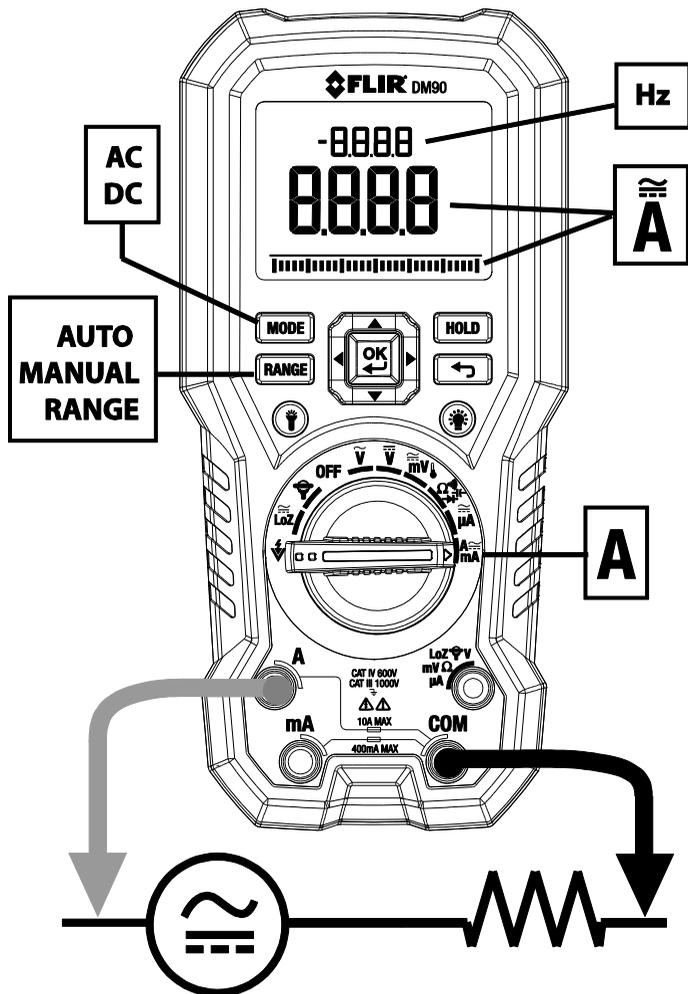
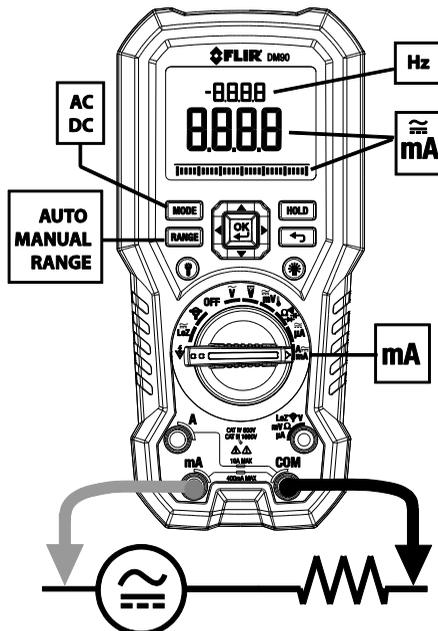
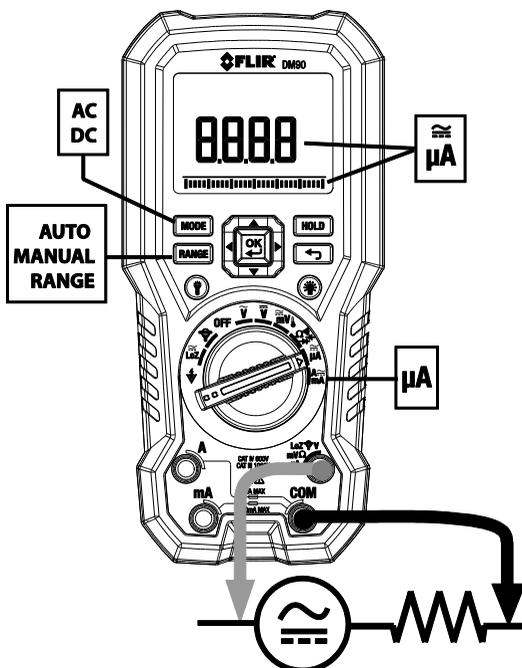

Fig. 5-8 Mesure de la fréquence et du courant de haute intensité en A.
Fig. 5-9 Mesure de la fréquence et du courant.
Fig. 5-10 Mesure de courant en μA
4. Connectez les cordons de mesure en série à la partie illustrée dans la Fig. 5.7 et la Fig. 5-8 pour les mesures en « A », à celle illustrée dans la Fig. 5-9 pour les mesures en mA, ou à celle illustrée dans la fig. 5-10 pour les mesures en μ A.